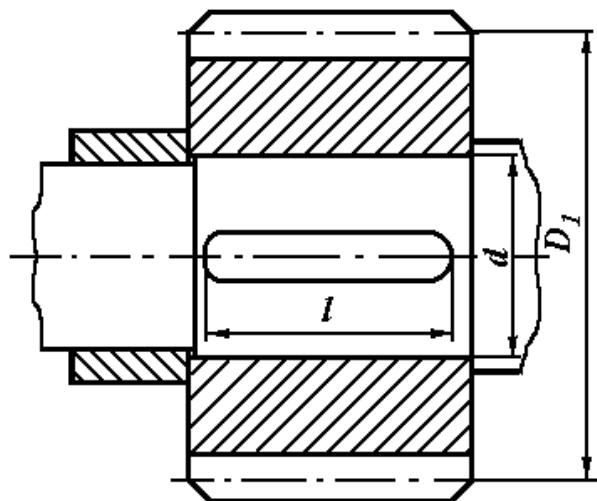

Рисунок 6.1
**Задача 1.** Зубчатое колесо, рассчитанное для передачи окружного усилия  $F_t$ , соединено с валом диаметром  $d$  при помощи призматической шпонки (рисунок 6.1). Определить необходимую длину шпонки, если диаметр делительной окружности  $D_1$ , материал шестерни и вала - Сталь 40Х, материал шпонки - сталь Ст 6 (таблица 6.1).